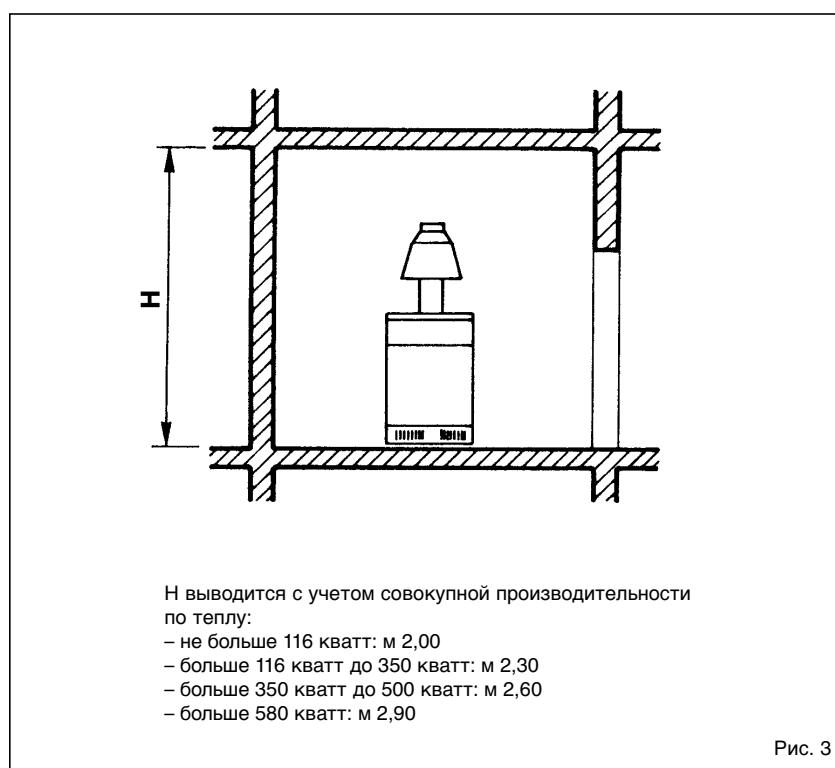

Рис. 3
2.1 ПОМЕЩЕНИЕ КОТЕЛЬНОЙ И ВЕНТИЛЯЦИЯ (Рис. 3)
размерам, приведенным на рис. 3. Кроме того, для притока воздуха в помещение необходимо сделать во внешних стенах воздуховоды, поверхность которых, рассчитанная в соответствии с п.4.1.2, но не менее 3000 см², а в случае использования газа с плотностью больше 0,8 меньше 5000 см².